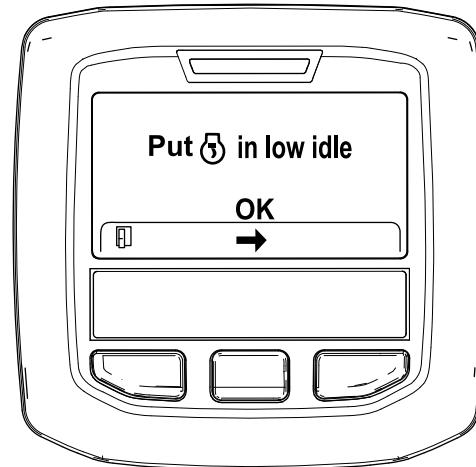

Figura 36
6. Mueva el control del acelerador a RALENTÍ BAJO y pulse el botón central (Figura 36).